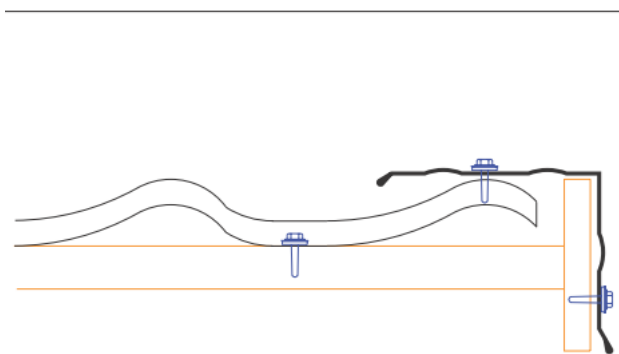

Рис. 2.
2. Заменить планку на более широкую и установить, как показано на рис. 2